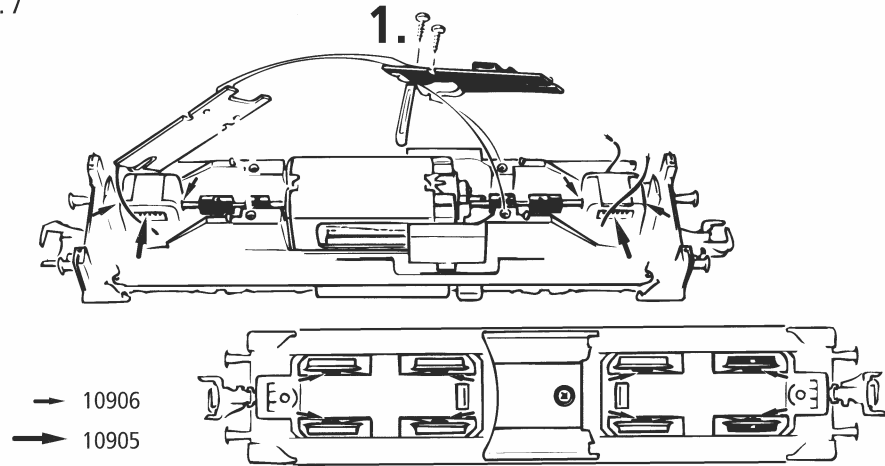

Fig. 9
5. Kohlebürstenwechsel: Lokgehäuse abnehmen (Fig. 3). Danach wird der **Motor ausgebaut** und die Kohlebürsten ausgewechselt (Fig. 9).
5. Remplacement des balais du moteur: Démontez la caisse (voir fig. 3). Démontez ensuite le moteur et échangez les balais (fig. 9).
3. Het vervangen van de koolborstels: Loc-kap verwijderen (Fig. 3). Daarna tilt u de motor eruit en kunt u de borstels vervangen (Fig. 9). ⇨ Montage